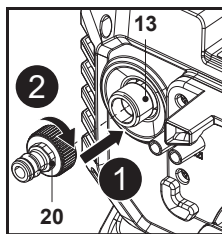

Fig. 6
Alinhe e enrosque o adaptador de entrada de água (20) no conector de entrada de água (13) na parte de trás da máquina (Fig. 6, passos 1, 2).